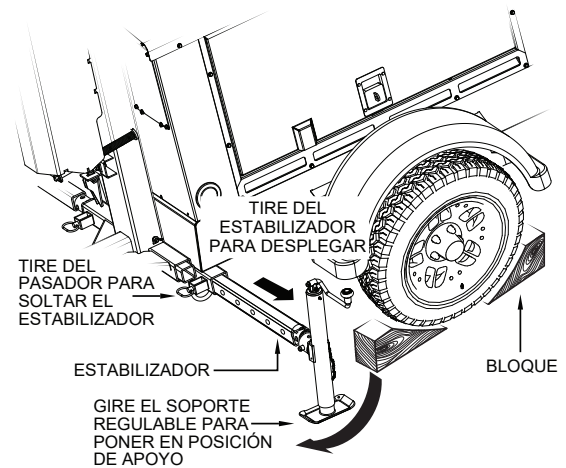

Figura 17. Despliegue de los estabilizadores
1. Ponga la torre de iluminación en un suelo horizontal seguro con bloques (Figura 17) por debajo de cada rueda para impedir que se mueva la torre.
2. Asegúrese de que todos los estabilizadores (Figura 17) estén desplegados. Para desplegar los estabilizadores, tire del pasador de traba en el estabilizador sin soltarlo mientras se desliza el conjunto de estabilizador hacia afuera.